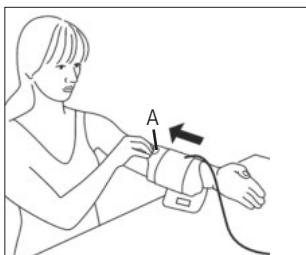

Abb. 1
- Die Messung muss am unbedeckten Oberarm durchgeführt werden. Sollte Ihre Manschette komplett geöffnet sein, so führen Sie das Ende der Manschette durch den Metallbügel, so dass eine Schlaufe entsteht. Der Klettverschluss muss dabei außen liegen. Fassen Sie die Manschette an der Griffflasche A (siehe Abb. 1) an und stülpen Sie diese über den Oberarm.